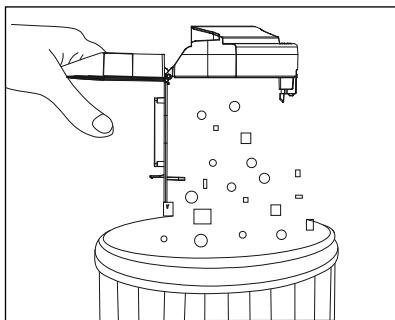

Fig. 9
- 3) Videz le contenu du bac à poussière 16 dans une poubelle (voir fig. 9).